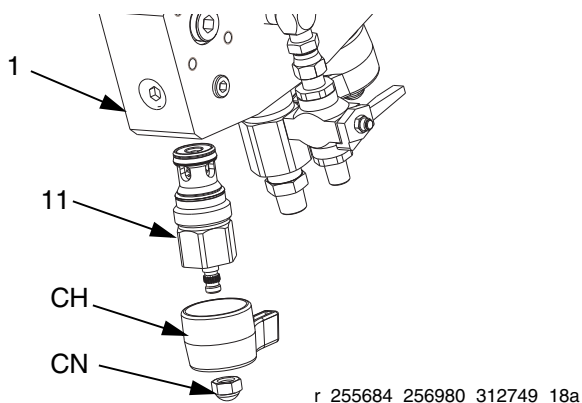

FIG. 6
1. Lägg på blå gängspärr på patronernas (11) yttre gängor och montera i blandningsröret med skaftet helt motsols utbackat. Placera en skiftnyckel på patronens plattor och dra åt till 170 N•m (125 ft-lbs). Se FIG. 6 på sidan 19.
2. Montera handtaget (CH) och lockmuttern (CN) på patronen så att handtagen pekar mot varandra när de är stängda.